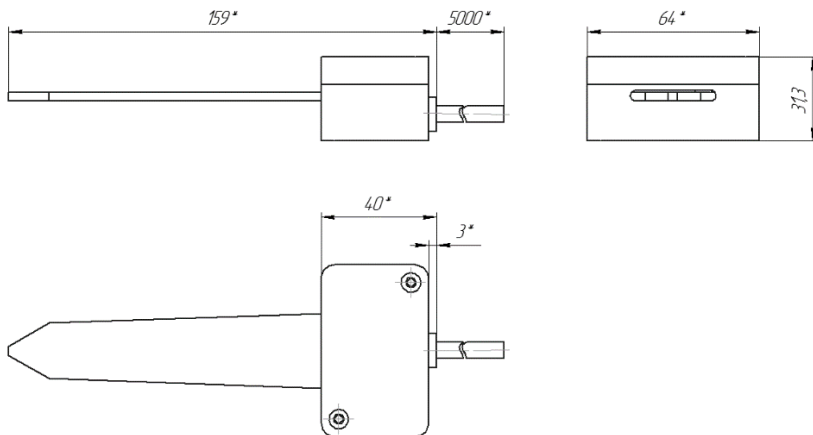

Рисунок 4. Габаритные размеры изделия «СОКОЛ-ДВП».
2.11. Габаритные размеры изделия «СОКОЛ-ДВП» показаны на рис.4.